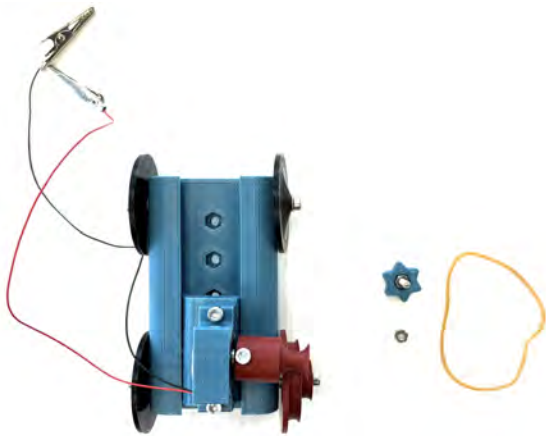

Abb. 15: Neben dem Chassis und der Halteschraube werden nun eine weitere M3 Mutter und das Gummiband benötigt.
- (11) Nun wird die Position des Motorhalters eingestellt. Diese ist abhängig von der Länge des Gummibands. Legt die Komponenten bereit (Abbildung 15).